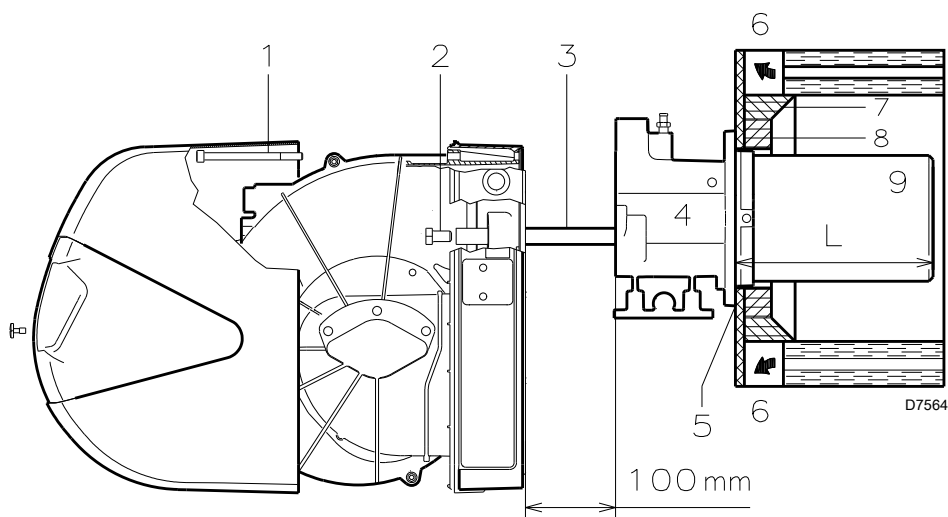

图 13
燃烧筒的长度 12) (图 13) 必须符合锅炉制造商的要求, 并且在任何情况下都应长于锅炉炉门安装炉补后的厚度。
对于带前烟道 15)(图 13) 或中心回焰式炉膛的锅炉, 必须在锅炉炉补 14) 和烟道 12) 间插入炉补材料 13) 进行保护。
完成此操作（如需要）后，安装管路接口 4) (图 6) 到锅炉钢板，并在二者之间插入随附的隔热法兰垫片 5) (图 13)。
将燃烧头与燃烧器的其余部分分开，如图 13 所示。
- 连接探针和电极电缆，然后将燃烧器推至管路接口处（图 13）；